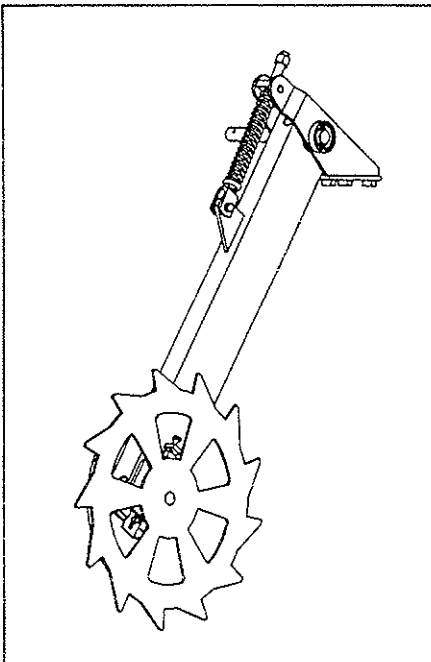

Fig. 3
**TERCERO.**- Se levanta la máquina hasta que la rueda de transmisión (4 - Fig. 3) pierda contacto con el suelo y se dan algunas vueltas hasta que la semilla empieza a caer en la bandeja. Esta semilla se devuelve a la tolva y se empieza a dar vueltas según el cuadro siguiente, dependiendo de la dureza del terreno a sembrar: